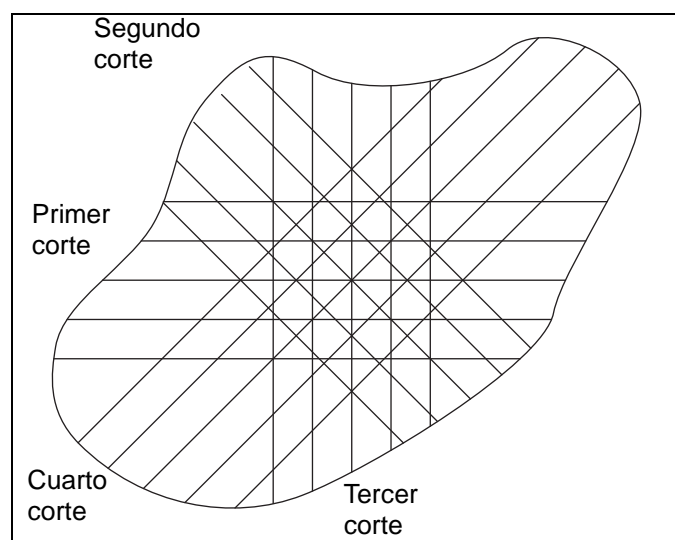

Figura 5D
5. Para conseguir una superficie de juego más regular y más atractiva, cambie el patrón de corte cada vez que corte el césped del green. Los patrones mostrados en la **Figura 5D** son sólo sugerencias, el operario o el encargado pueden crear patrones adecuados para cada green.